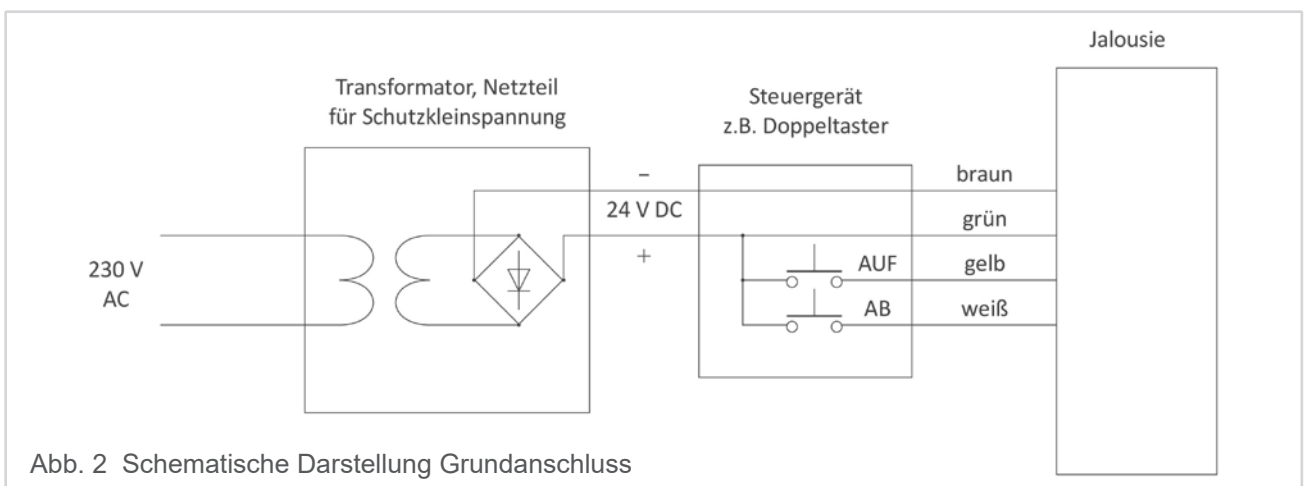

Abb. 2 Schematische Darstellung Grundanschluss
**Eingangsspannung:** 24 Volt Gleichspannung SELV (Abb. 2)